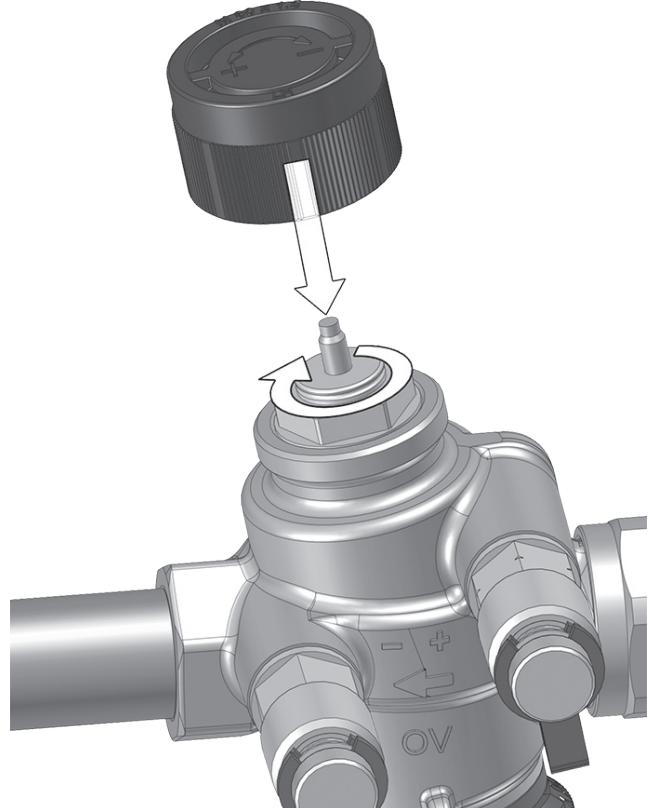

图 8: 关闭
- 例如，用建筑保护盖关闭阀门（参见 图 8）。
将随附的建筑保护盖拧到 M30 x 1.5 螺纹接口上（参见 图 8）。